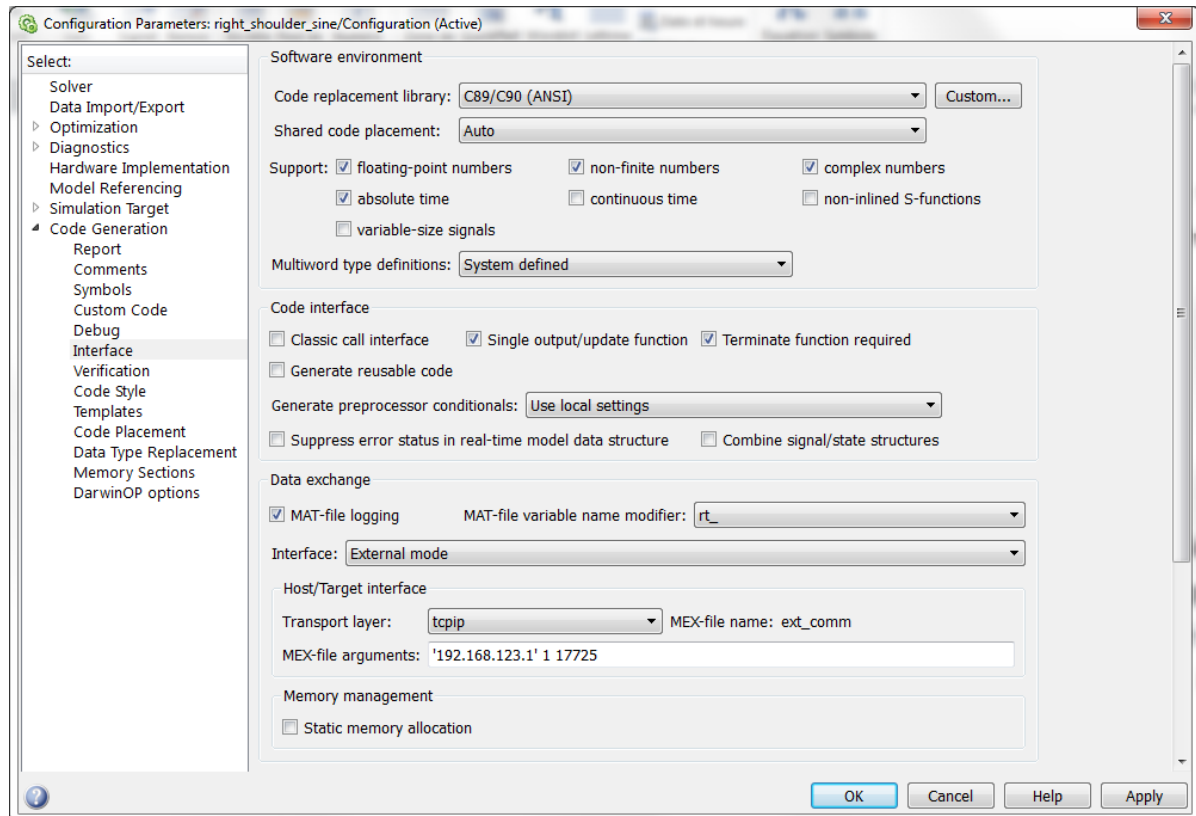

Figure 12: Paramétrage de la communication en mode externe
- darwinoplib/sl\_customization.m : programme enregistrant le « transport layer tcpip » pour communiquer avec le programme sur le robot (Figure 12)